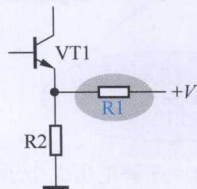

图 1-5 直流电压供给电路之二
(2) 同类电路分析之二。图 1-5 所示是另一种直流电压供给电路, 这一电阻直流电压供给电路工作原理是: 通过 $R1$ 将直流电压 $+V$ 加到 $VT1$ 发射极。